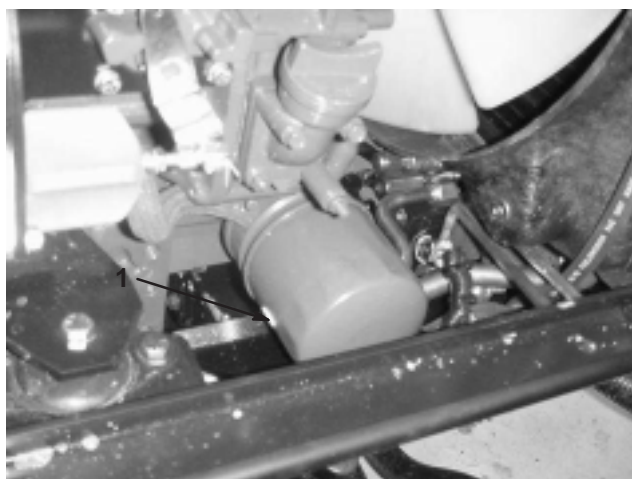

Figure 32
2. Déposez le filtre à huile (Fig. 32). Appliquez une fine couche d'huile propre sur le joint du filtre de rechange avant de le visser en place. **Ne serrez pas excessivement.**